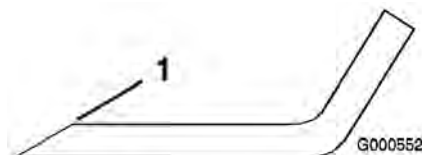

Figure 39
1. Au moyen d'une lime, aiguisiez les tranchants aux deux extrémités de la lame (Figure 39) en veillant à conserver l'angle de coupe d'origine. Limez la même quantité de métal sur chacun des deux tranchants pour ne pas déséquilibrer la lame.